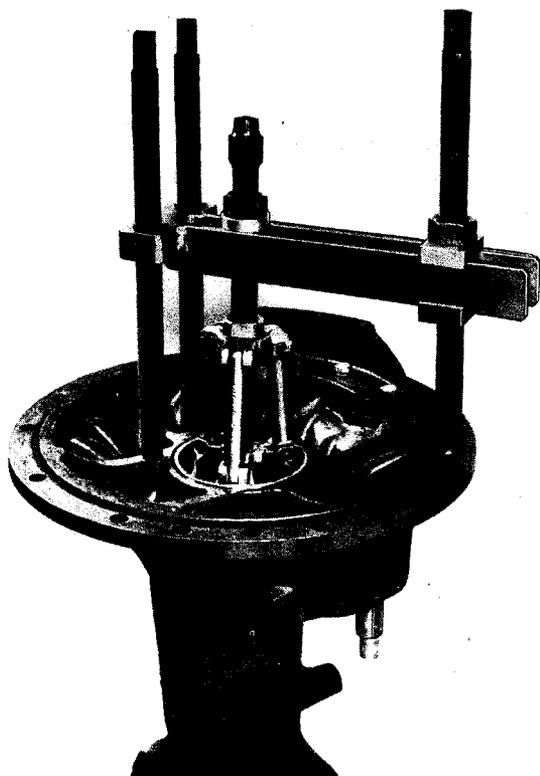

Fig. 2
- 3° Extraire la cuvette côté différentiel au moyen d'un extracteur (fig. 2 et 3).